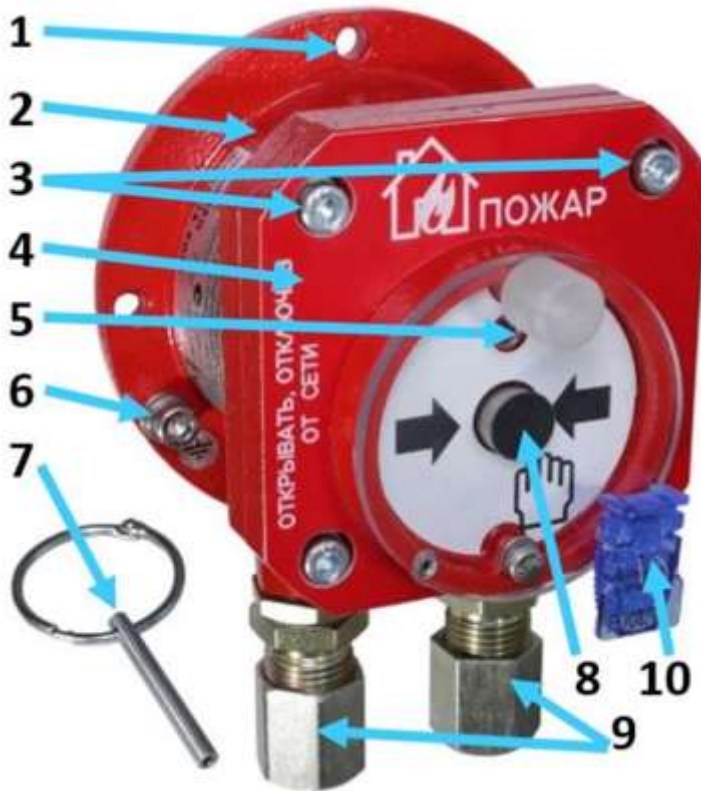

Рисунок 2. Внешний вид извещателя
- в отверстие крышки извещателя (снизу) вставить специальный ключ и вернуть на 2 оборота по часовой стрелке, рис.2;
- потянуть специальный ключ вниз, при этом кнопка вернется в исходное состояние, извещатель перейдет в режим «Дежурный», рис.2.